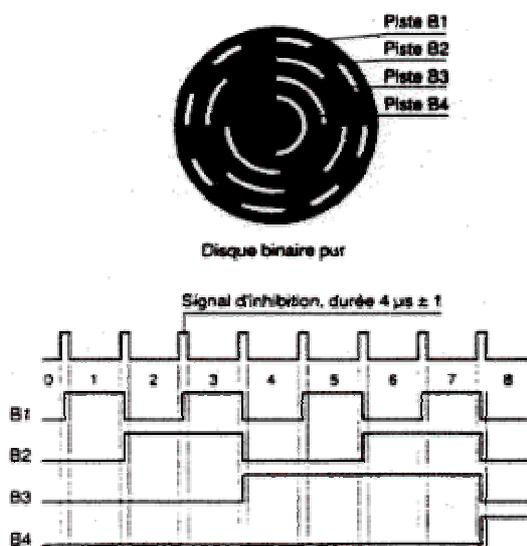

Fig 1
- Information de comptage , ils nous donnent un code binaire pur ou binaire réfléchi (code Gray) -Fig 1-